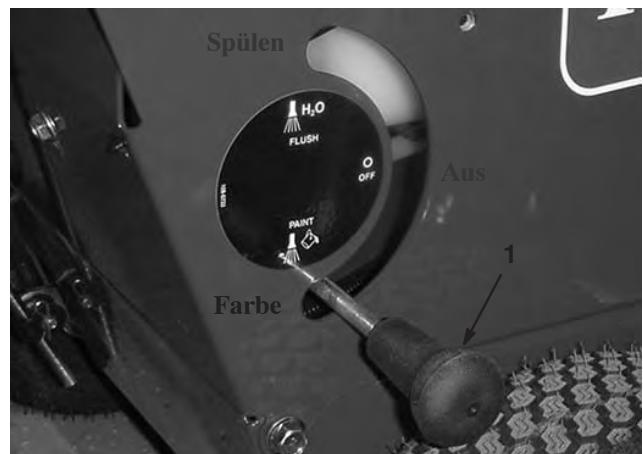

Bild 31
6. Stellen Sie sicher, dass der Spül-/Farbhebel (Bild 31) in der MALEN-Stellung ist.